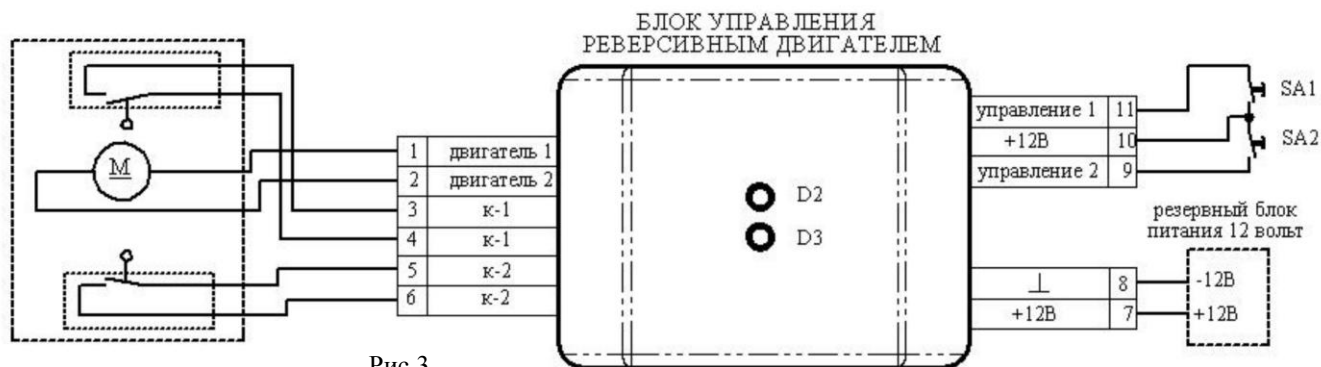
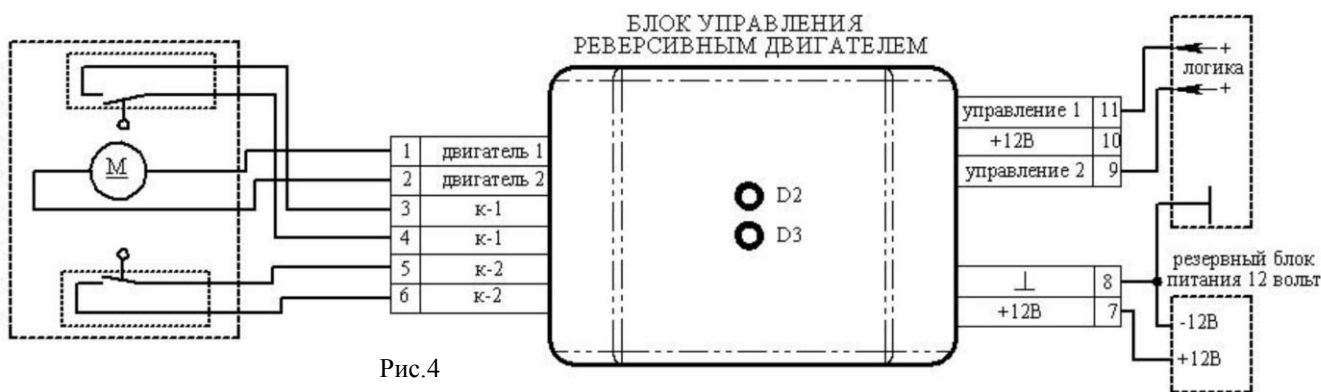

Рис.3
Рис.4
3. Блок управления реверсивным двигателем позволяет управлять поворотным устройством различными способами, как вручную (Рис.3) с помощью дополнительных кнопок SA1 и SA2, так и автоматически (Рис.4) с помощью логических устройств или различных датчиков (датчик уровня жидкости, датчик газа, температурный датчик и т.д.), подключаемых к контактам 9 и 11, которые имеют гальваническую развязку с питанием двигателя. При использовании резервного источника питания (аккумуляторная батарея напряжением 12В) электромеханическое поворотное устройство сохраняет работоспособность при отключении электричества в сети.
Для ручного управления поворотным устройством необходимо произвести подключения в соответствии с рис. 3. В качестве дополнительных кнопок SA1 и SA2 можно использовать любые кнопки включения без фиксации (например кнопки дверного звонка).
Для автоматического управления поворотным устройством необходимо произвести подключения в соответствии с рис. 4.